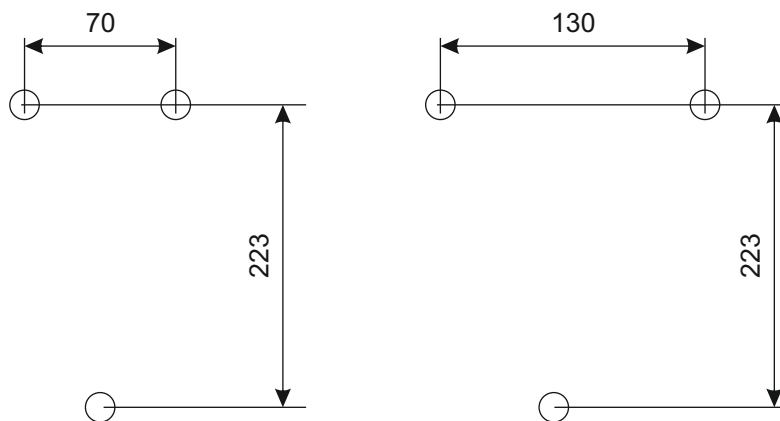

Рисунок 4. Разметка для крепления ПУ ЭПО-М1-4 и ПУ ЭПО-М1- 6-30
4.5 Разметка для навески пульта ПУ ЭПО-М1 приведена на рис.4.